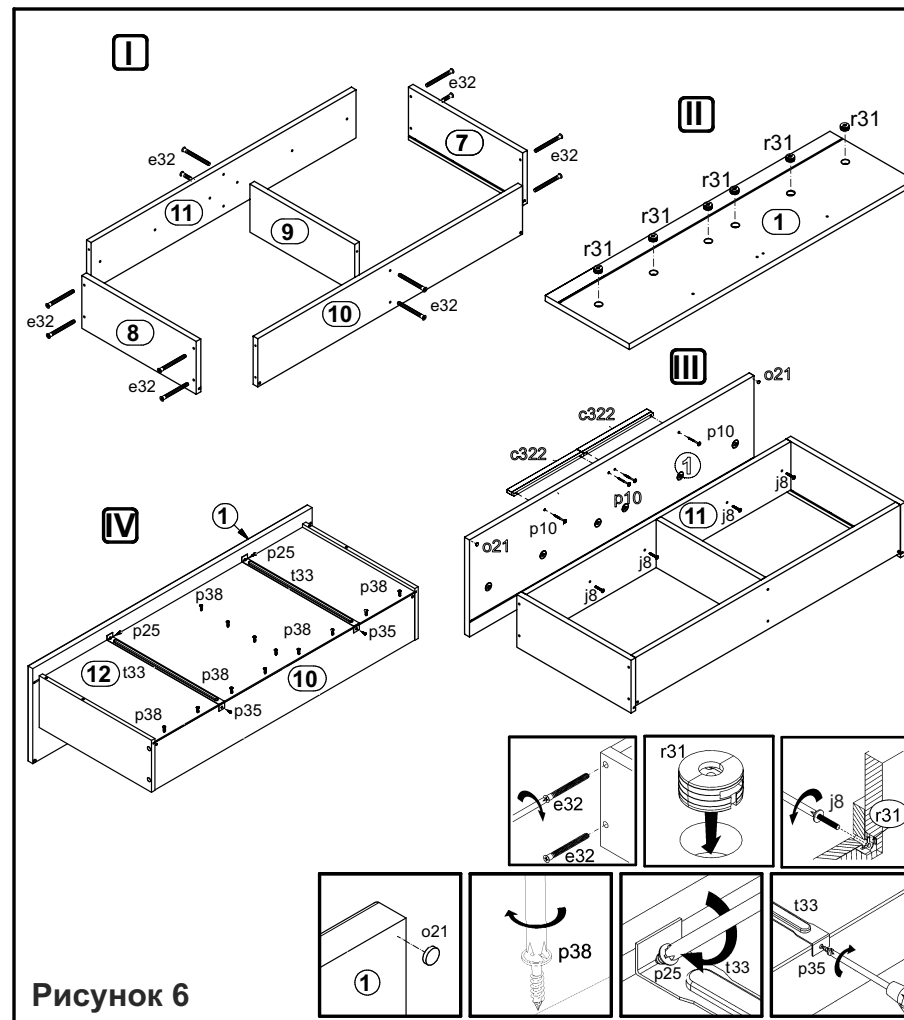

Рисунок 6
11. Соединить детали корпуса ящика **7, 8, 9, 10, 11** с помощью конформатов **e32** (см. рис. 6).
12. В отверстия $\varnothing 20$ мм на внутренней поверхности панели ящика **1** вбить пластиковые втулки **r31** (см. рис. 6).
13. Соединить панель ящика **1** с корпусом ящика с помощью винтов **j8**, пользуясь отверткой (см. рис. 6).
14. На внутренней поверхности панели ящика **1** в отверстия $\varnothing 5$ мм вставить шурупы **p10**. Снаружи совместить отверстия ручек **c322** с резьбой шурупов и завернуть шурупы **p10**, удерживая ручку (см. рис. 6).
15. Вставить дно ящика **12** в пазы в стенках ящиков **7, 8** и панели ящика **1** закрепить дно шурупами **p38** (см. рис. 6).
16. Зафиксировать дно ящика **12** с помощью фиксаторов дна ящика **t33** и шурупов **p25, p35** (см. рис. 6).
17. На внутренней поверхности панели ящика **1** закрепить демпферы **o21** (см. рис. 6).